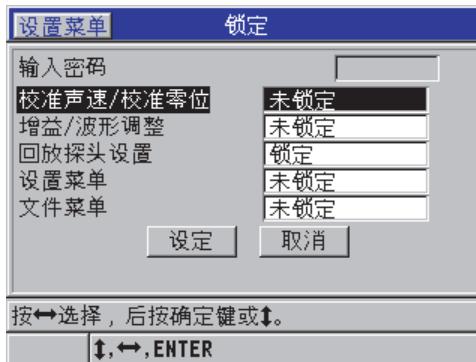

图 7-10 锁定屏幕
2. 在**锁定**屏幕中（参见第 131 页的图 7-10）：